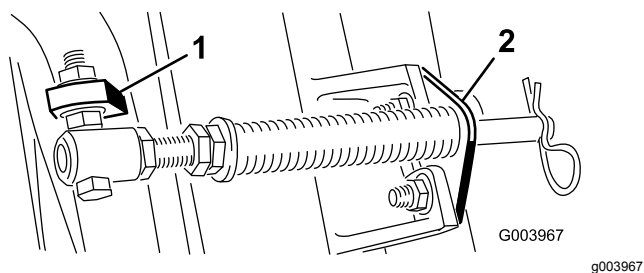

图 6
注意 将螺栓头朝向凸耳外侧如图 6 所示。
D. 使用车身螺栓和螺母将杆支架固定到滚刀组凸耳上图 6。